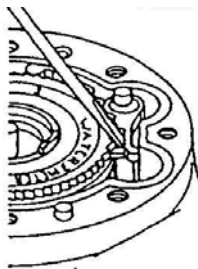

fig 9.2
- Bij het plaatsen van de nieuwe schijf, druk met een kleine schroevendraaier de lagerclip naar de zijkant zoals aangegeven in fig 9.2.